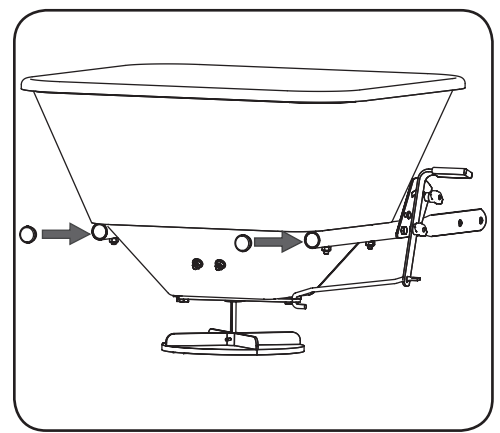

Figura 2-15
- Si aún no están instalados, inserte tapones en los extremos traseros de los tubos del chasis simple. Consulte la Figura 2-15.